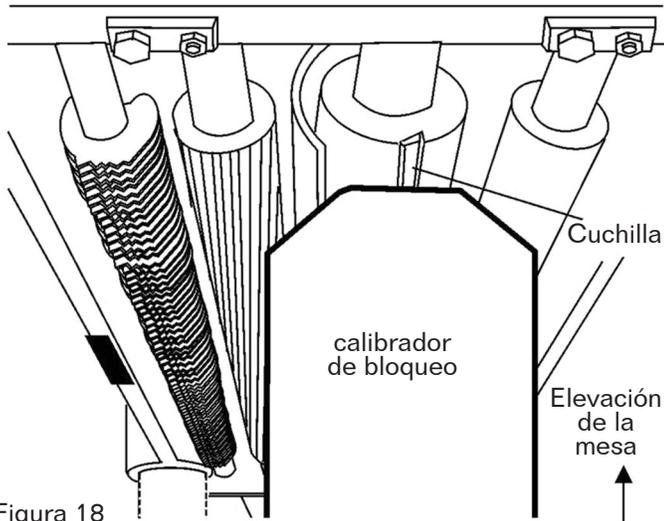

Figura 18
2. Coloque el calibrador de bloqueo (Figura 18) en la mesa de trabajo directamente debajo del borde de una cuchilla, como se muestra. Hacer un ligero contacto levantando suavemente la mesa.